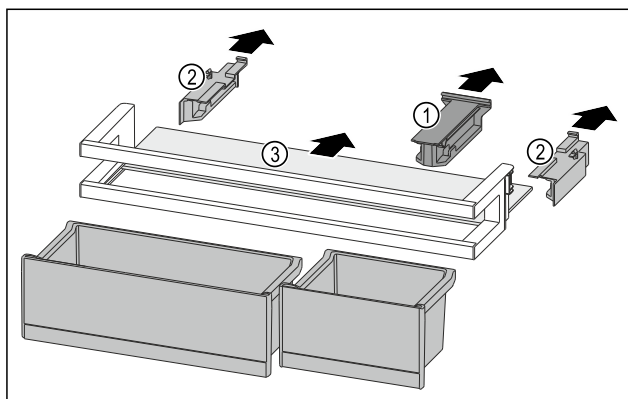

Fig. 90
- Bevestigingsdeel Fig. 90 (1) wegtrekken.
- Zijdelen Fig. 90 (2) wegtrekken.
- Draagplateau Fig. 90 (3) verwijderen.